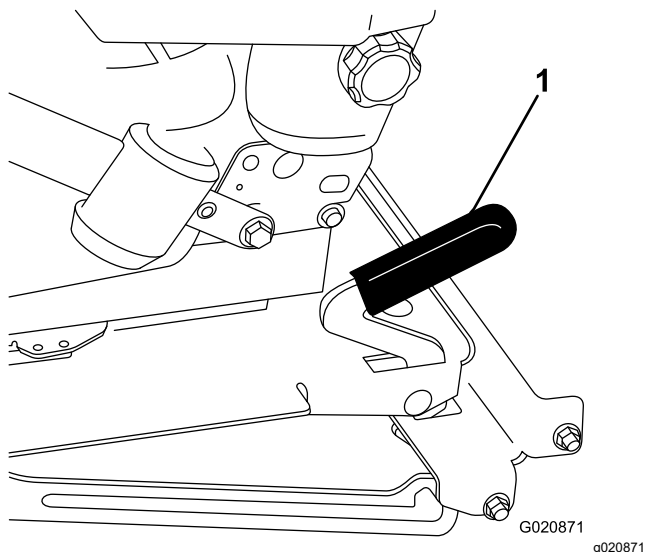

Figure 17
2. Tirez le verrou du siège vers l'avant et soulevez-le pour déverrouiller le siège (Figure 17).